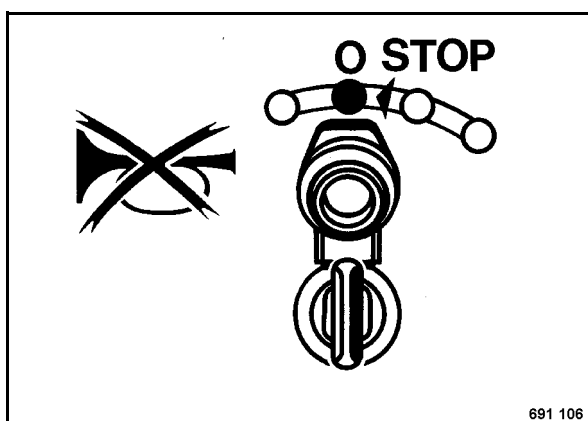

Fig. 39
- Girar la llave de encendido (Fig. 39) a posición "0" y sacarla.